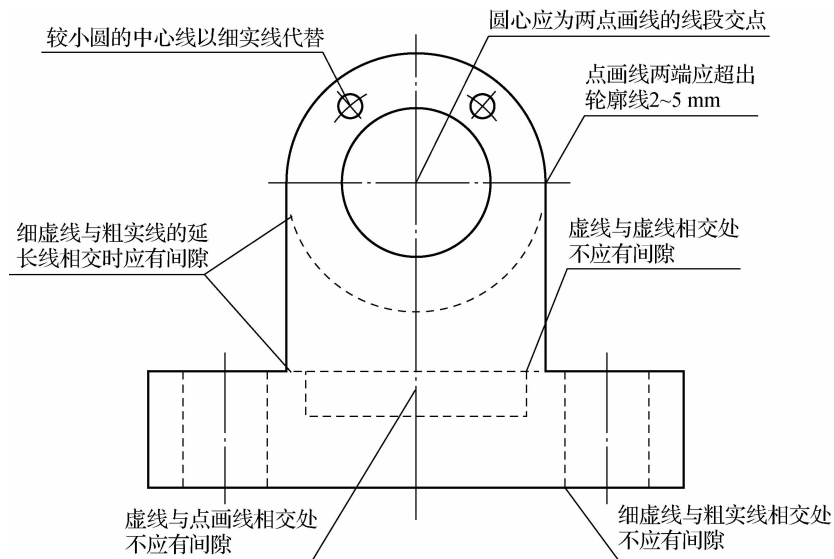

图 1-1-10 图线相交的画法
- (1) 同一图样中，同类图线的宽度应基本一致。虚线、点画线及双点画线的线段长度和间隔应各自大致相等。
- (2) 两条平行线（包括剖面线）之间的距离不应小于粗实线宽度的两倍，其最小距离不得小于 0.7 mm 。
- (3) 绘制圆的对称中心线时，圆心应为长画的交点。点画线和双点画线的首末两端应是长画而不是点。建议中心线超出轮廓线 $2\sim 5\text{ mm}$ 。
- (4) 在较小的图形上画点画线或双点画线有困难时，可用细实线代替。
- (5) 点画线、虚线与粗实线相交以及点画线、虚线彼此相交时，均应交于点画线或虚线的线段处，如图 1-1-10 所示。